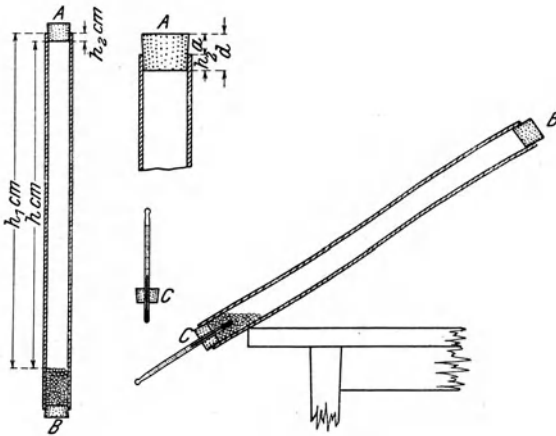

Fig. 113.
b) Schütte das Schrot in die Preßpanröhre (Fig. 113) und verschließe diese mit den gut passenden Korken  $A$  und  $B$ . Schüttle die Röhre und neige sie fünf- bis zehnmahl so, daß die Schrotkugeln vom einen zum